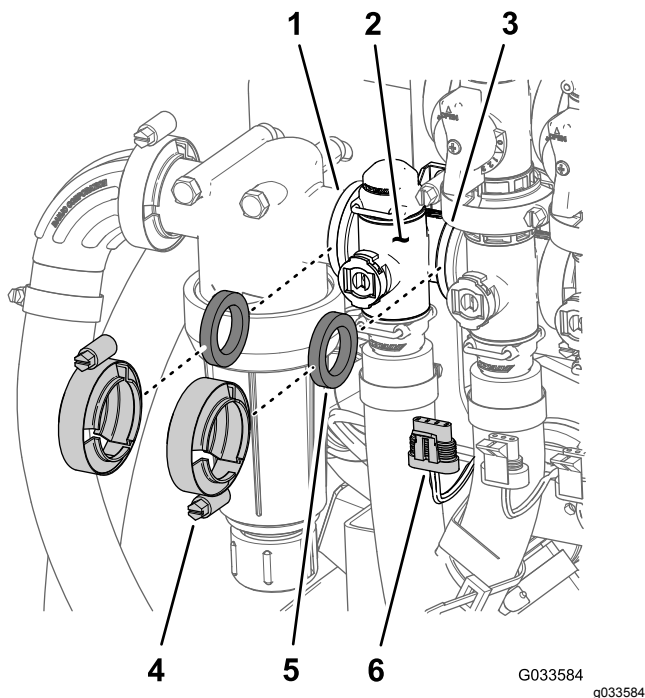

Figure 98
1. Retirez les 2 colliers à bride et les 2 joints qui fixent le collecteur du régulateur de débit Figure 98 au filtre sous pression et à la vanne d'agitation.